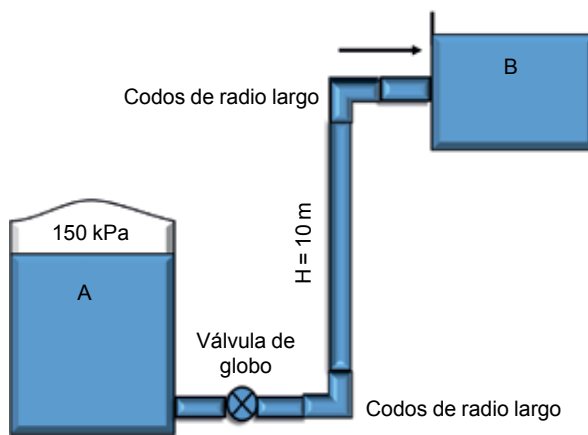

Figura 37. Diagrama para los problemas 4 y 5.
Resuelva los problemas 4 y 5 de acuerdo con la figura 37.
4. Si por el sistema de la figura 37 fluye agua a 20 °C, ¿cuál sería el caudal máximo permisible, en L/min? Suponga que la longitud total de la tubería de cobre tipo K de 2 pulgadas nominales es 20 m y los codos son estándar.